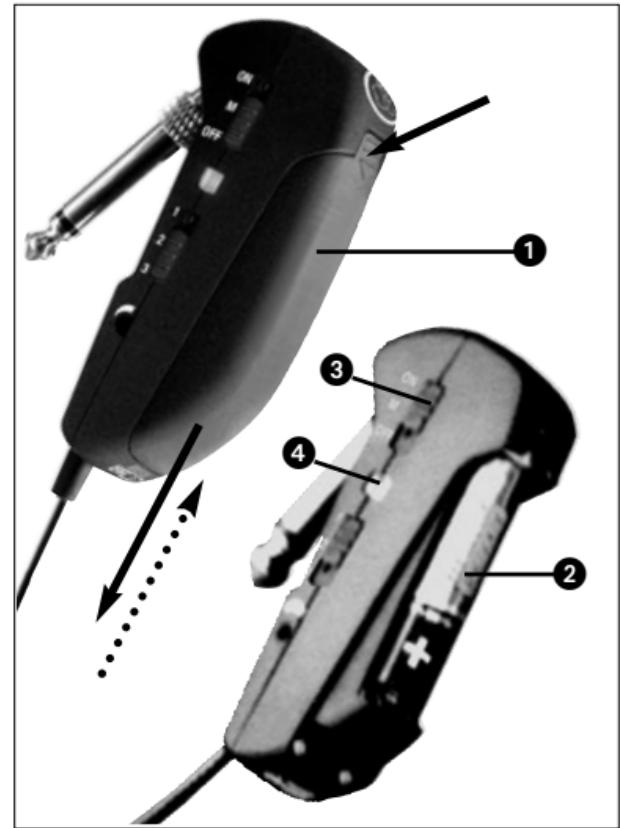

Fig. 2: Introducir la pila
#### 3.1 Colocar/cambiar y ensayar la pila (véase Fig. 2)
4. Coloque la pila suministrada o nueva (2) en la caja de pilas, tal como se indica en la Fig. 2.